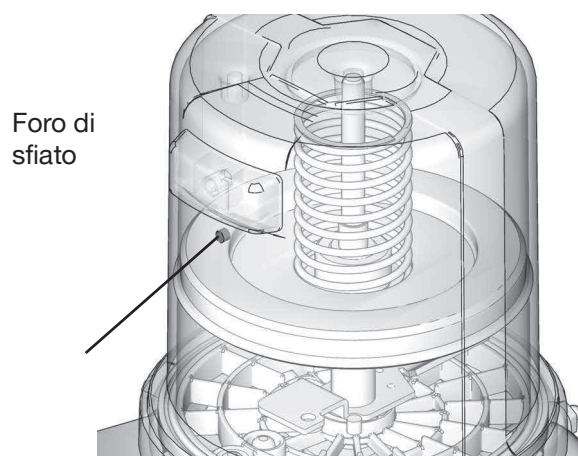

FIG. 9
3. Riempire il serbatoio di grasso finché la tenuta della piastra di inseguimento non apre il foro di sfiato (FIG. 9) e la maggior parte dell'aria non viene espulsa dal serbatoio.